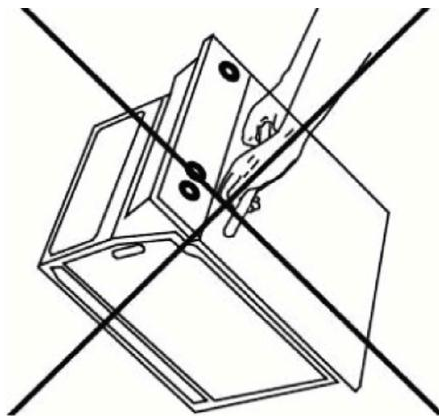

Рис. 19
- Нельзя переносить/перемещать духовку, держась за дверцу или ручку дверцы (См. Рис. 19).